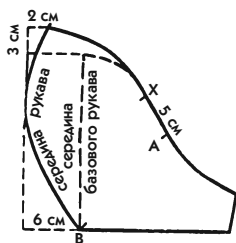

Рис. 671
Для определения величины припуска надо сделать вспомогательное лекало, чтобы потом перенести его на ткань. Лекала на рис. 671—673 имеют точные цифры расширения, которые помогут вам быстро выполнить рукав, изображенный на рис. 670. Эти цифры будут для вас основой, по которой вы сможете выполнить в будущем рукав с любой драпировкой.
2. На каждой половинке рукава выполните изменения в соответствии с величинами, данными на рис. 671.